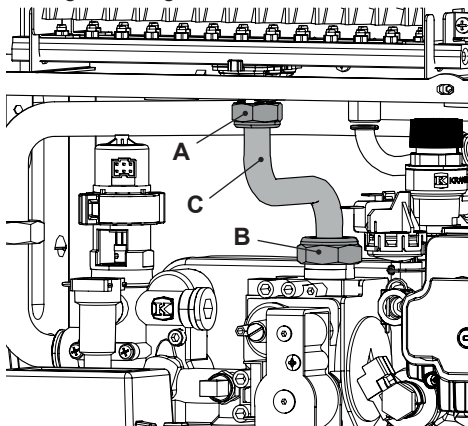

Figura 8.1
- Svitare i girelli **13** e **14** ed estrarre il tubo del gas **15** Figura 8.1.